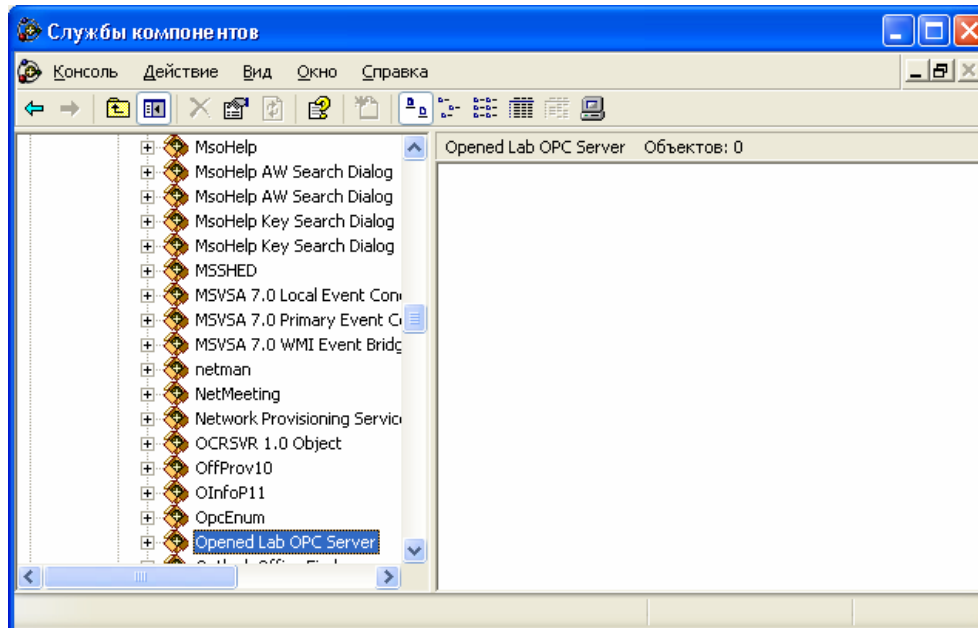

Рис. 5.8. Выбор OPC-сервера
7. В появившемся диалоговом окне **Службы компонентов** откройте последовательно кнопки **Службы компонентов**, **Компьютеры**, **Мой компьютер**, **Настройка DCOM** и выберите OPC-сервер (рис. 5.8, в нашем примере это **Opened Lab OPC Server**).